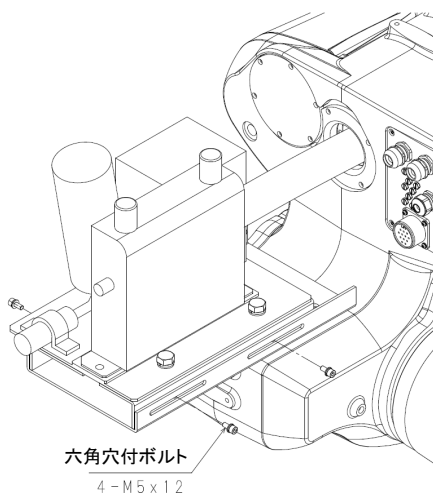
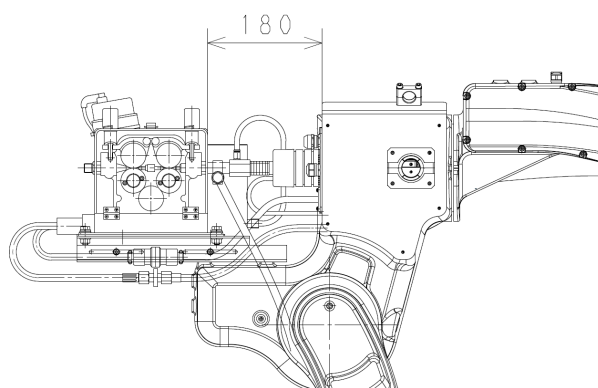

図 1.6 固定ブラケットの取り付け(手順 3)
図 1.7 ワイヤ送給装置取り付け外観図(手順 3)
3. 図1.6を参考に固定ブラケットAと固定ブラケットBを4本の六角穴付ボルト(M5×12)にて、図1.7を参考に仮止めします。最終調整は図2.4や図2.9のようにJT5軸を135°にしたとき、一線式パワーケーブルがR100くらいになるよう取り付けてください。